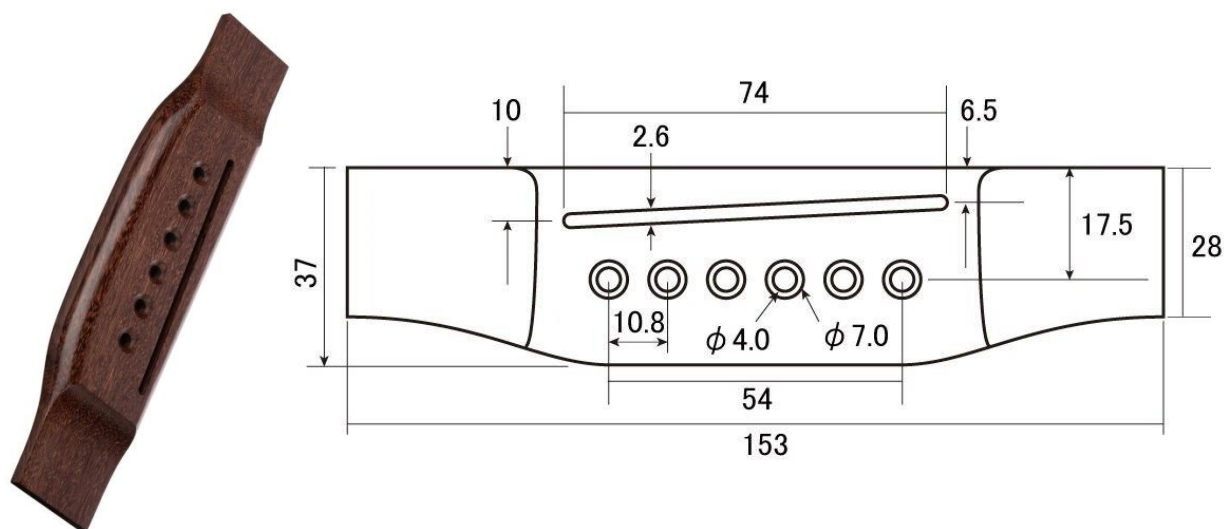

Рис. 1. Рисунок изделия
1. С помощью образца (рис. 1) *разработать чертеж* и изготовить бридж для акустической 6-струнной гитары. Чертеж оформлять в соответствии с ГОСТ ЕСКД.